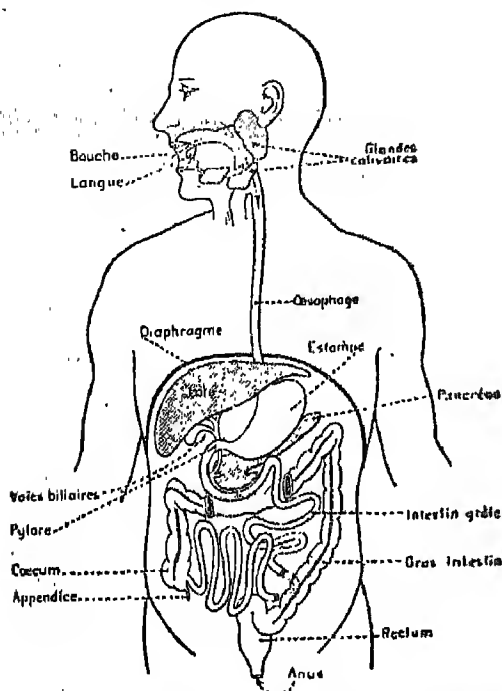

Fig. 1. — Les différentes parties du tube digestif.
1. Réviser les différentes parties du tube digestif sur la fig. 1. Rappelez rapidement le rôle de chacune d'elles.
Broyés dans la bouche par les *dents*, ils sont avalés, puis parcourent l'*œsophage*, l'*estomac*, l'*intestin grêle* et le *gros intestin* (fig. 1).